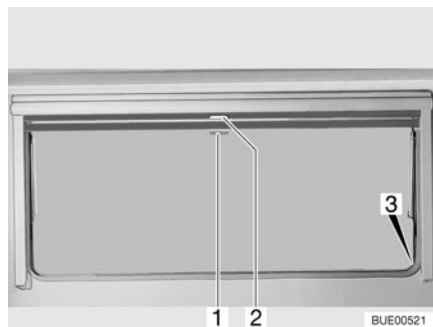

Fig. 36 Fenêtre projetante
- Tirer le store occultant vers le bas en le maintenant par la poignée (Fig. 36,2). Lorsque le store occultant est complètement fermé, l'accrocher des deux côtés du cadre de la fenêtre dans le dispositif de blocage (Fig. 36,3).
- Lorsque le store occultant est complètement fermé : Appuyer sur la poignée (Fig. 36,2) vers le bas tout en la tirant légèrement vers l'intérieur. Décrocher à droite et à gauche le store occultant du dispositif de blocage du cadre de la fenêtre.
- Si le store occultant se trouve dans une position intermédiaire : Tirer la poignée (Fig. 36,2) vers le bas jusqu'à ce que le dispositif de blocage se débloque.
- Tirer la moustiquaire par la poignée (Fig. 36,1) vers le bas et l'accrocher des deux côtés sur le cadre de la fenêtre dans le dispositif de blocage (Fig. 36,3).
- Appuyer sur la poignée (Fig. 36,1) vers le bas tout en la tirant légèrement vers l'intérieur. Décrocher à droite et à gauche la moustiquaire des dispositifs de blocage du cadre de la fenêtre.